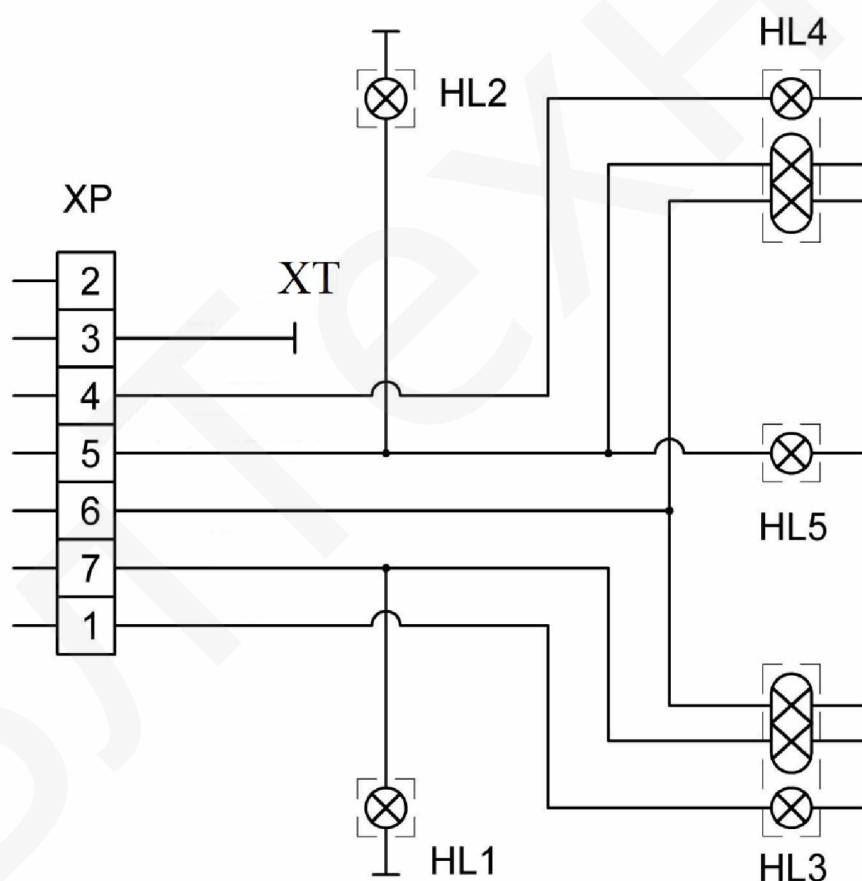

Рисунок 1.5 – Схема электрооборудования
2.6 Электрооборудование (рисунок 1.5) состоит из вилки штепсельной, жгута проводов, двух подфарников со светоотражающим устройством, двух задних фонарей, фонаря освещения номерного знака и световозвращателей (четыре оранжевых боковых и двух задних красных).